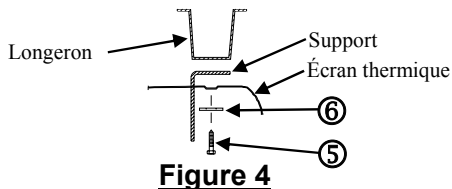

Figure 4
5. Réinstaller l'écran thermique à l'aide des fixations existantes, mais au-dessus du support d'attelage, utiliser un nouveau boulon hexagonal M6 et une rondelle plate fournis avec l'attelage (voir Figure 4).